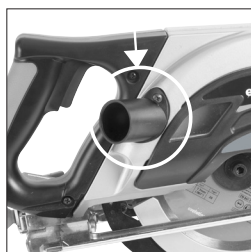

Fig. 11
- Montez le tuyau d'échappement à la place du cache (**Fig. 11**).